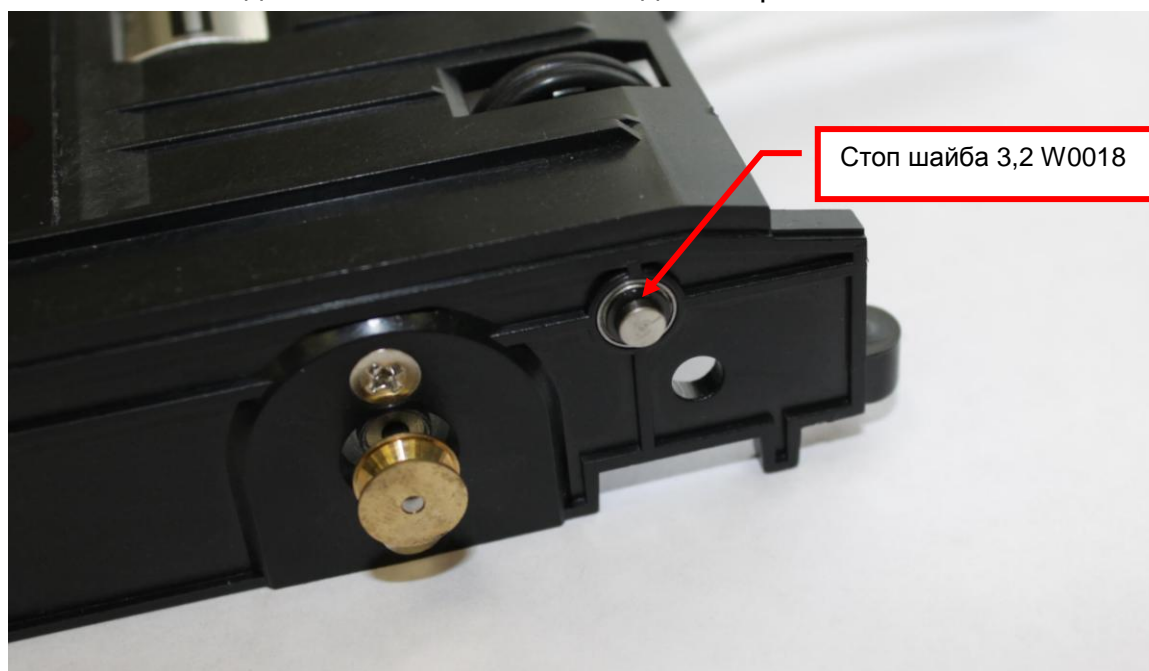

Рис. 8.39
8.16.5 Снимите, с помощью пинцета, стоп шайбу 3,2 W0018 (см. рис.8.39). Снимите подшипники. Снимите ось заднюю с роликами.